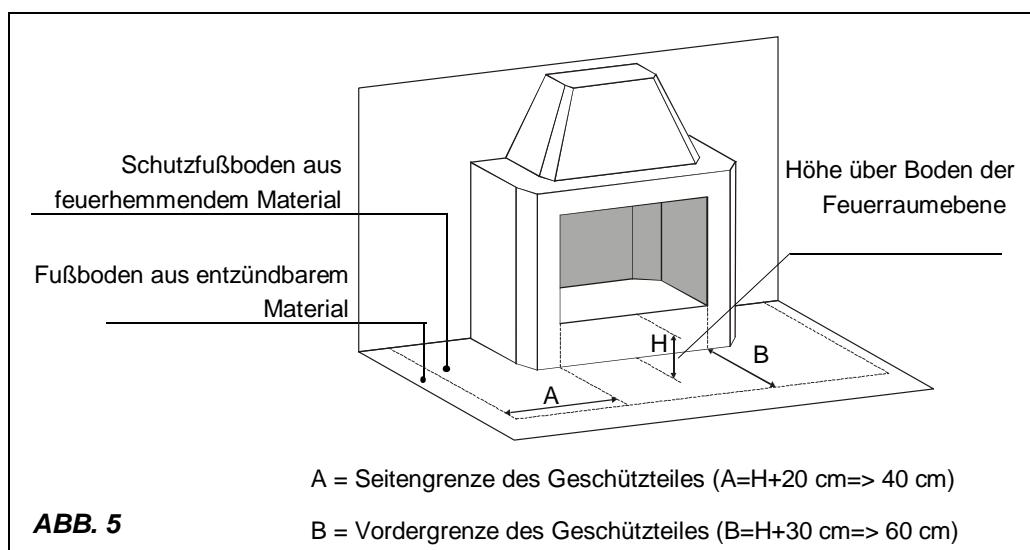

ABB. 5
- Sollte das Gerät auf einem Boden aufgestellt werden, der nicht vollkommen feuerfest ist, muss man für eine feuerfeste Unterlage sorgen, wie zu Beispiel einem Podest aus Stahl (Ausmaße gemäß der regionalen Verordnungen. (siehe ABB. 5)